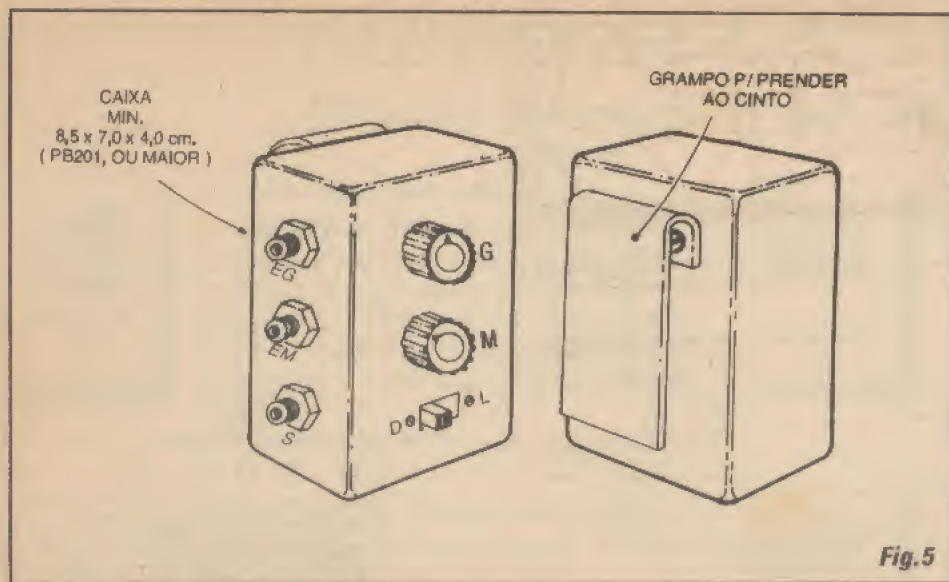

Fig. 5
- FIG. 5 - SUGESTÃO PARA O ACABAMENTO DO CABANC - Nenhuma sofisticação e o máximo de funcionalidade, é o que recomendamos para o acabamento do projeto, inclusive no *lay out* final do encapsulamento... A sugestão mostrada baseia-se no uso de um *container* de dimensões mínimas... Entretanto, se assim o leitor/hobbysta quiser, nada impede que a plaquinha do impresso seja fixada no interior de uma caixa padronizada (ou mesmo *improvisada* pelo construtor...) *maior*, com o que - eventualmente - poder-se-á *incluir* o próprio suporte para as pilhas/baterias num compartimento externamente acessível, resultando num acabamento geral ainda mais *profissional* e prático... De qualquer modo, o que *vale* mesmo no **CABANC** é a funcionalidade, a praticidade e *descomplicação* no uso...
- FIG. 5 - CAIXA E ACABAMENTO...